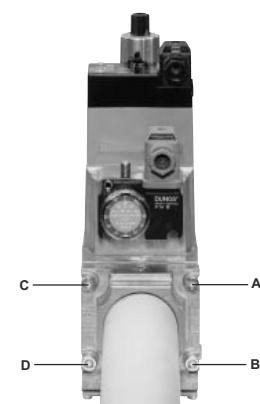
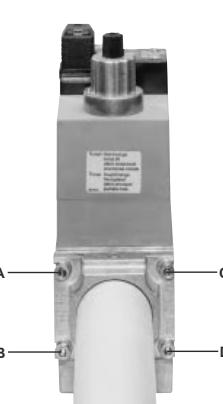

Рис. 26
Рис. 27
3. Затянуть винты A, B, C и D (Рис. 26 - Рис. 27), (Рис. 29), соблюдая дистанции монтажа (Рис. 29);
1. Расслабить винты А и В, но **не снимать** их (Рис. 26 и Рис. 27)
2. Отвинтить винты С и D (Рис. 26 и Рис. 27)